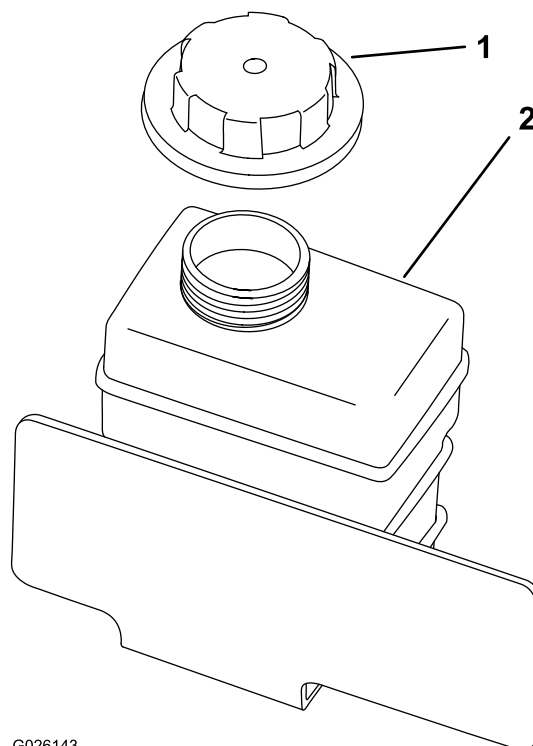

Figura 55
4. Rimuovete il tappo del serbatoio di riserva (Figura 55).
8. Rabboccate lentamente il serbatoio di riserva del refrigerante fino alla base del collo del bocchettone di riempimento (Figura 55).
9. Rimuovete il tappo del serbatoio di riserva (Figura 55).